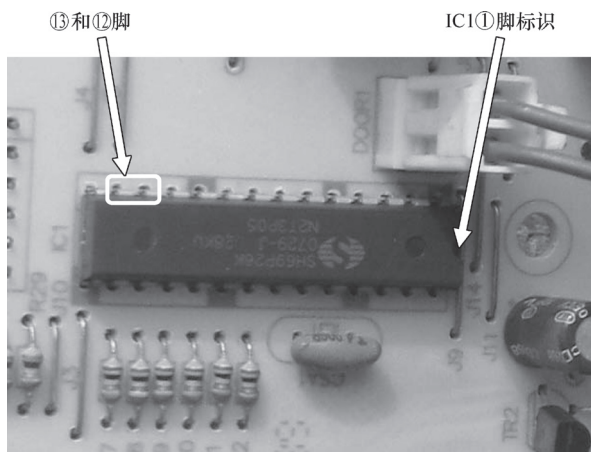

图 8-9 IC1 ⑫、⑬脚
测量 IC1 的⑬脚炉门检测电压，炉门关闭时为 12V（应为 5V），炉门打开时为 7.23V（应为 0V），经查为 IC1 的⑬和⑫脚短路（其位置识别如图 8-9 所示），使 +14V 通过 R13、R15 加至 IC1 的⑫脚，再通过内部短路部位加到⑬脚，使⑬脚为高电压，误判断炉门始终为关闭状态，令②脚输出高电压，Q7 截止，继电器 J1 释放，其触点 RY1 断开。